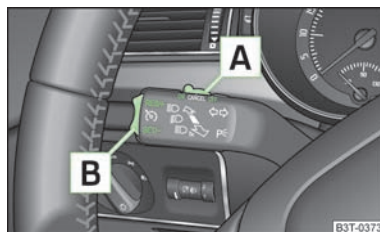

Fig. 124
- Apăsați comutatorul **A** » fig. 124 în poziția **ON**.
- Apăsăți butonul basculant **B** » fig. 124 în poziția **RES**.
Sistemul de control al vitezei de croazieră se **dezactivează temporar** prin apăsarea comutatorului **A** » fig. 124 în poziția **CANCEL**, respectiv dacă se apasă și pedala de frână sau de ambreiaj.
- Apăsăți comutatorul **A** » fig. 124 spre dreapta, în poziția **OFF**.